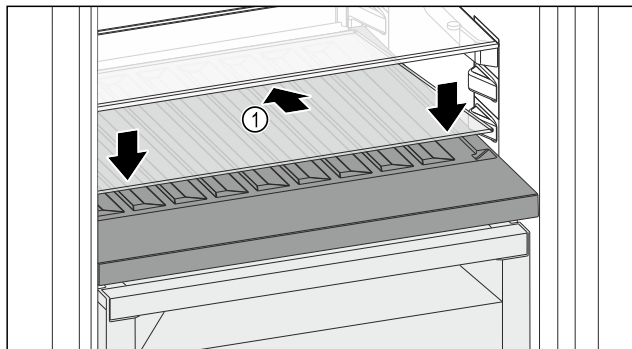

Fig. 108
- ▶ Glasplatte *Fig. 108 (1)* schräg und nach hinten unten geneigt ansetzen.
- ▶ Glasplatte *Fig. 108 (1)* vorne absenken.